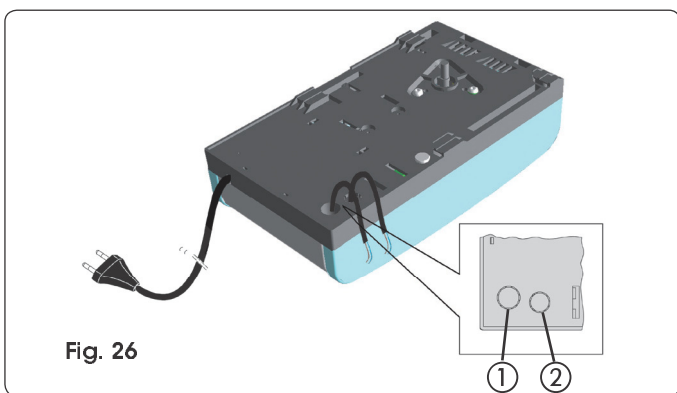

Fig. 26
- Per il collegamento dei comandi esterni, delle sicurezze e delle segnalazioni, sfondare la prefabbricazione (Fig. 26 rif. ①).
- Per il collegamento della costa di sicurezza, (vedere par. 18.3.), sfondare la prefabbricazione (Fig. 26 rif. ②)